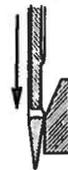

Fig. 9
- Controllare che quando l'ago e' tutto in basso il foro dello stesso si trovi nella condizione illustrata nella fig. 9; eventualmente regolarlo mediante le viti B.